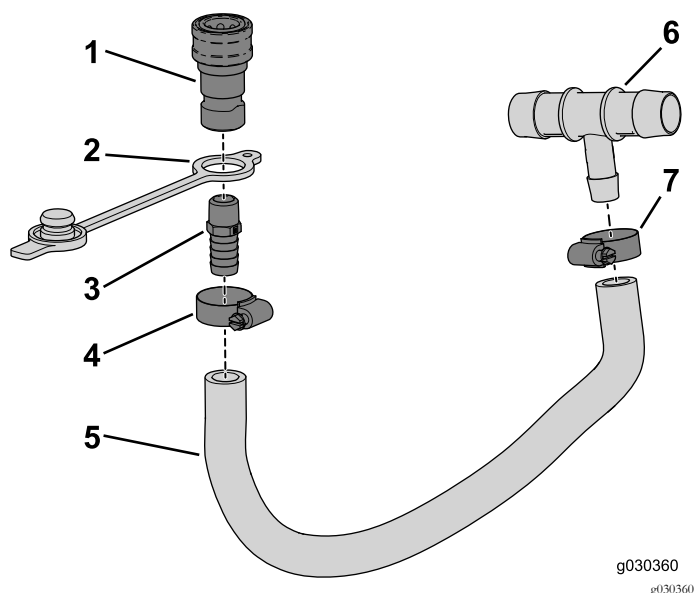

Figura 17
2. Fate scorrere il tappo antipolvere sull'estremità filettata del raccordo diritto, come illustrato nella Figura 17.
3. Avvitare il raccordo diritto sull'accoppiatore femmina (Figura 17).
6. Inserite l'estremità dentellata del raccordo diritto nel flessibile e fissatela con la fascetta stringitubo, come illustrato nella Figura 17.
7. Inserite l'estremità dentellata del raccordo a T nel flessibile e fissatela con la fascetta stringitubo, come illustrato nella Figura 17.
1. Rimuovete i tappi che coprono i fori nel tubo di supporto (Figura 17).